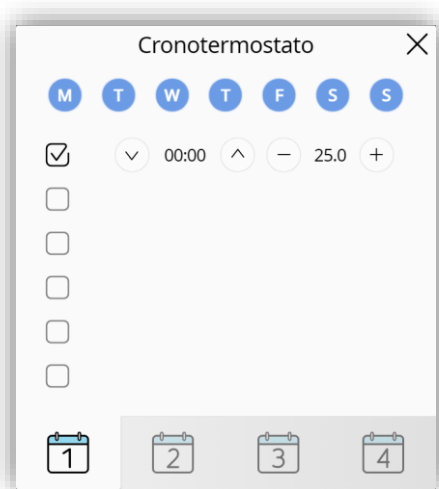

Figura 116. Panel del cronotermostato
- **Valor mínimo de consigna** [-99 ... 18 ... 199][°C]: valor mínimo de consigna que el usuario podrá configurar en el panel del cronotermostato (ver Figura 116).
- **Valor máximo de consigna** [-99 ... 30 ... 199][°C]: valor máximo de consigna que el usuario podrá configurar en el panel del cronotermostato (ver Figura 116).